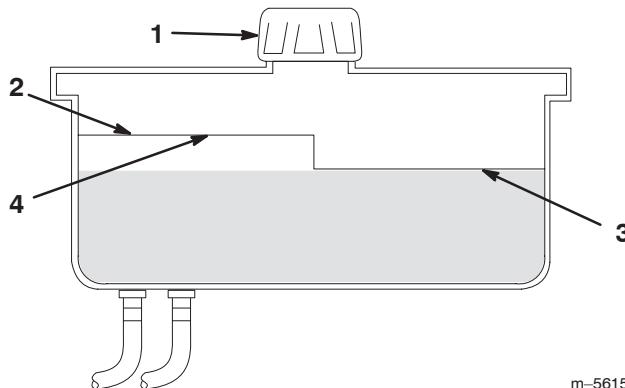

Figure 40
2. Nettoyez la surface autour du goulot de remplissage du réservoir hydraulique (Fig. 40).
3. Débouchez le goulot de remplissage et vérifiez si le réservoir contient du liquide (Fig. 40).
Remarque : Lorsque l'huile est chaude, le niveau de liquide doit atteindre le haut du repère "à chaud" sur le déflecteur (Fig. 40).